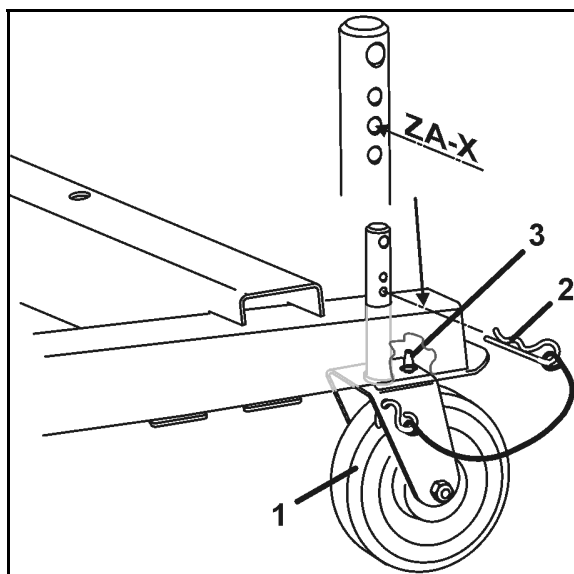

Рис. 45
6. Неподвижное заднее колесо (Рис. 45/1)
- о установите и застопорите пружинным зажимом (Рис. 45/2) в среднем отверстии или
При монтаже неподвижного колеса обратите внимание на то, чтобы палец (Рис. 45/3) вошел в отверстие рамы и, тем самым, удерживал колесо в продольном направлении.